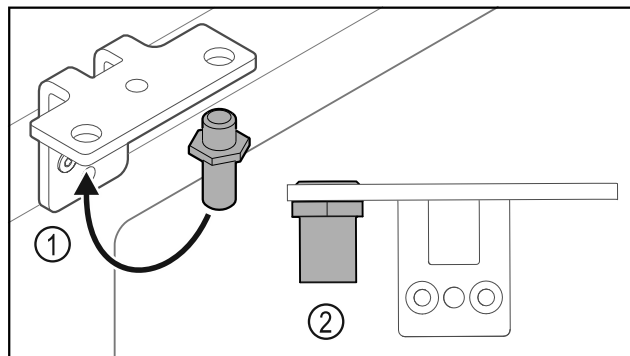

Fig. 30
- ▶ Helyezze át a csuklópántban a csapszeget Fig. 30 (1).
- ▶ Húzza meg a csapszeget Fig. 30 (2) 12 Nm-es forgatónyomatékkal.